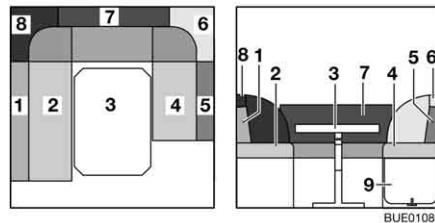

Bild 95 Före ombyggnaden
- Bygg om bordet (Bild 95,3) till sängbotten (se avsnitt 6.12).
- Lås upp förlängningen till sänglådan (Bild 95,9) och fäll upp den.